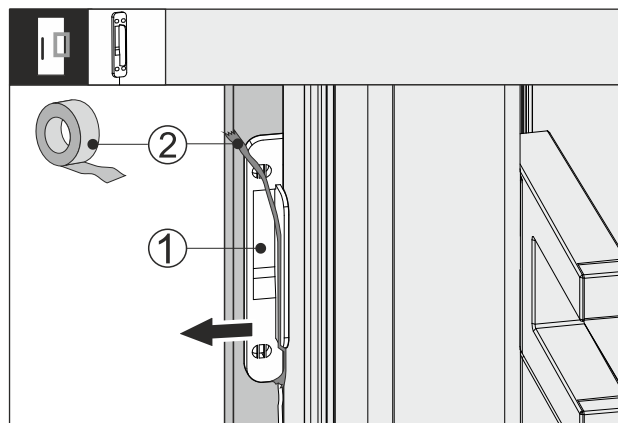

Fig. 63
- Allentare il nastro adesivo Fig. 63 (2) sul sensore di battito in testa Fig. 63 (1).